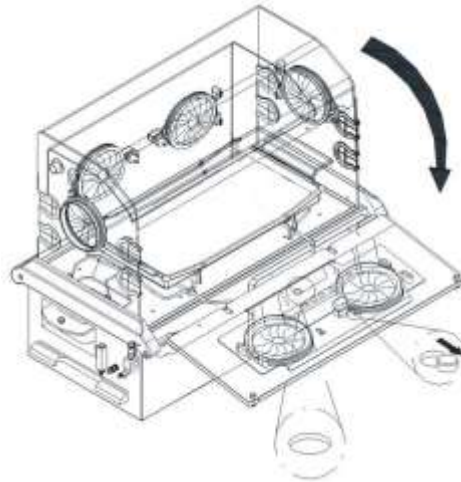

Figura 202 – Destravando cúpula interna da porta
2. Abra a porta da cúpula no ângulo de 90°. Segure a porta da cúpula com uma das mãos e com a outra puxe a tampa interna através do furo (A) figura 202.